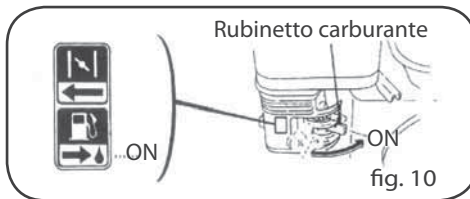

fig. 10
6. Portare il rubinetto del carburante in posizione "ON" (Fig. 10).